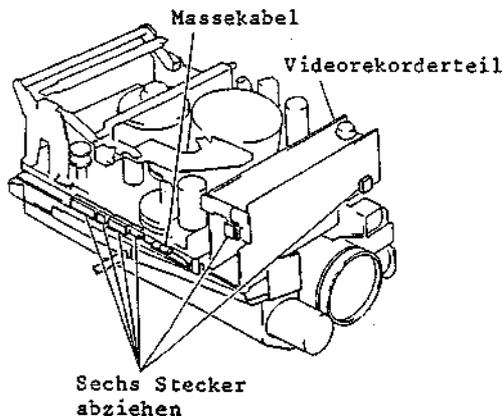

Abb. 2-7 Ausbau des Videorekorderteils
6. Sechs (6) Stecker (CN414, CN1402, CN1403, CN904, CN906, CN907) abziehen (siehe Abb. 2-7).